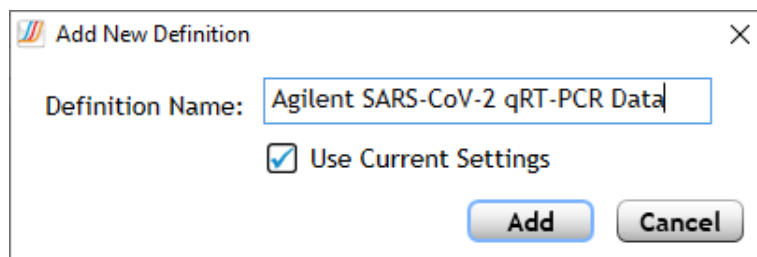

Abbildung 26 Aria-Dialogfeld „Add New Definition“ (Neue Definition hinzufügen)
- c Geben Sie in das Feld „Definition Name“ (Definitionsname) **Agilent SARS-CoV-2 qRT-PCR Data** ein. Siehe **Abbildung 26**.